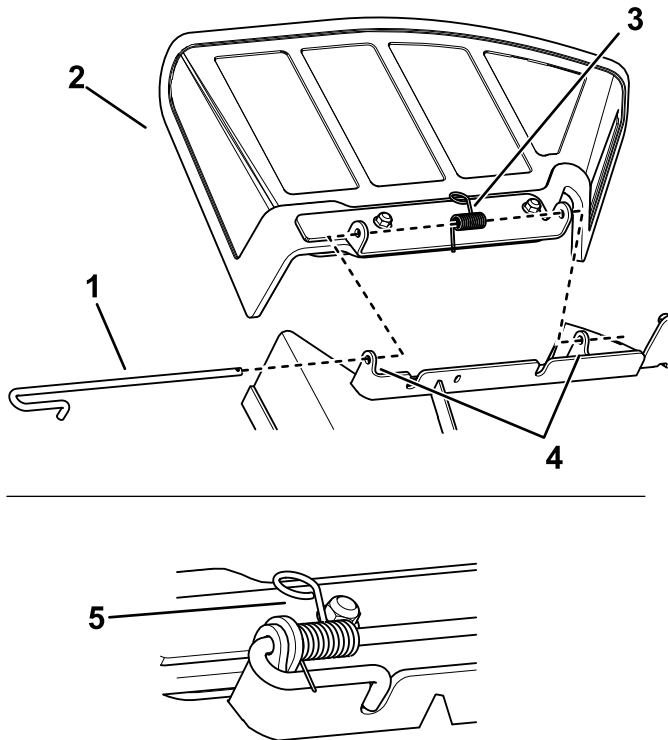

Figura 75
1. Desenganche el muelle y retire la varilla de los soportes soldados de la carcasa, el muelle y el deflector de descarga (Figura 75).
3. Coloque el nuevo deflector de descarga con los extremos de los soportes entre los soportes soldados de la carcasa, e instale la varilla y el muelle como se muestra en la Figura 75.
4. Coloque el extremo de la varilla en la muesca del soporte (Figura 75).